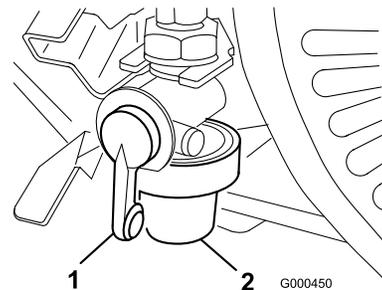

図 32
1. 燃料バルブを閉じて、フィルタのボディーからボウルを外す(図 32)。